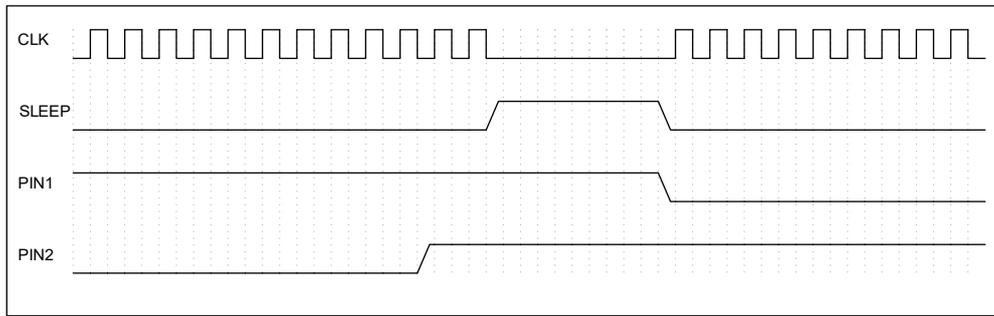

图 6-2 端口唤醒示意图
- 浅睡眠模式下, 可指定任意 IO 进行唤醒操作。示意图如图 6-2 所示。